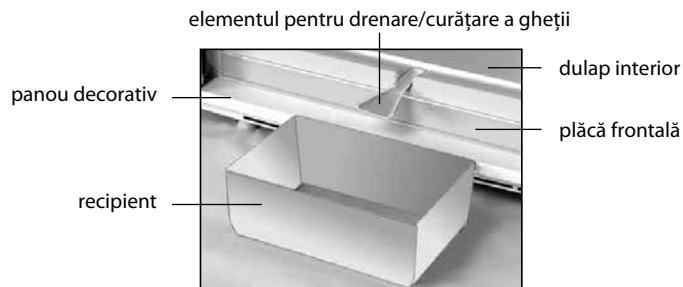

Figura 5 – Recoltarea apei provenite
– să îndepărtați apa rezultată în urma topirii, instalând în conformitate cu figura 5 elementul de masă plastică pentru drenare / pentru curățare a gheții și orice vas recipient cu volumul nu mai puțin de 2 l;
**SE INTERZICE** să decongelezi congelatorul fără utilizarea elementului pentru drenare instalat în conformitate cu figura 5. Apa rezultată în urma topirii care se scurge din camera afară de elementul pentru drenare, pătrunzând în locul de alăturare a plăcii frontale la dulapul interior în conformitate cu figura 5, poate provoca coroziunea dulapului exterior al congelatorului și a elementelor agregatului frigorific, defectarea izolației termice, formarea crăpăturilor dulapului interior și defectarea dulapului congelatorului.